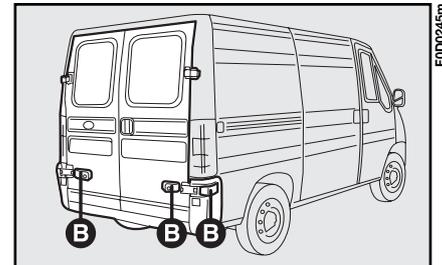

fig. 129
- ouvrir entièrement la porte en la faisant reposer sur le flanc du véhicule; les deux pastilles magnétiques **B**-fig. 129 entrent en contact entre elles et tiennent la porte ouverte.